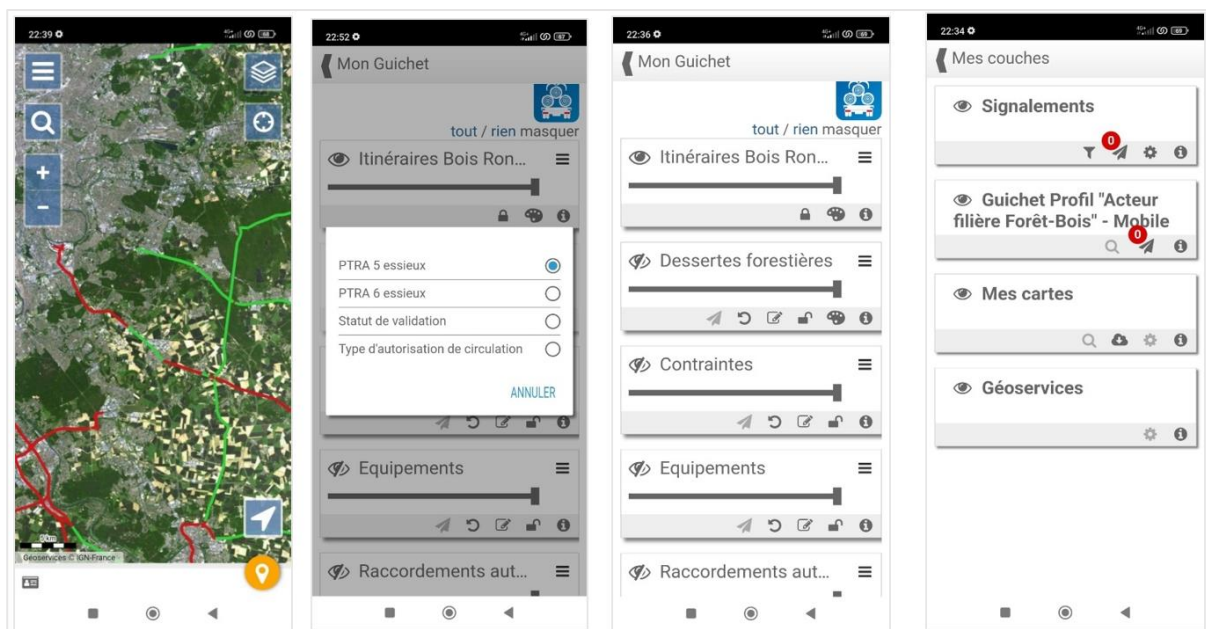

Figure 36 : captures d'écran de l'application mobile NaviForest
- **Des incohérences/des manques d'itinéraires bois ronds entre départements** : les itinéraires bois ronds peuvent parfois être interrompus en limite de département, de même que certains départements ont très peu d'itinéraires (voir carte figure 36) ce qui est très contraignant pour les transporteurs : « J'ai eu une réunion avec la DGITM pour leur signaler qu'il y a des interruptions, des discontinuités d'itinéraires. Et on travaille avec eux pour qu'il n'y ait pas de discontinuité. Parce que d'un département à l'autre, c'est très... Il y a des départements où on n'a rien, quoi. On n'a pas d'itinéraire 57 tonnes. Et pourtant, tous les jours, on livre des clients qui ne sont même pas au bord des itinéraires 57 tonnes. » (Florian) ; « La réglementation bois rond est incohérente. Dans la Drôme, certains morceaux d'autoroutes sont limités à 48t et d'autres à 57t. Comment fait-on ? Moi je roule, je n'ai pas d'autres choix. » (Patrick) ; « Quand je suis à Metz, j'ai pas d'itinéraires bois ronds. Pour en sortir vers l'ouest. » (Basile) Ci-dessous l'exemple mentionné par Basile, avec une capture d'écran de Metz et l'absence d'itinéraires bois ronds (linéaire vert) à l'ouest de la ville :